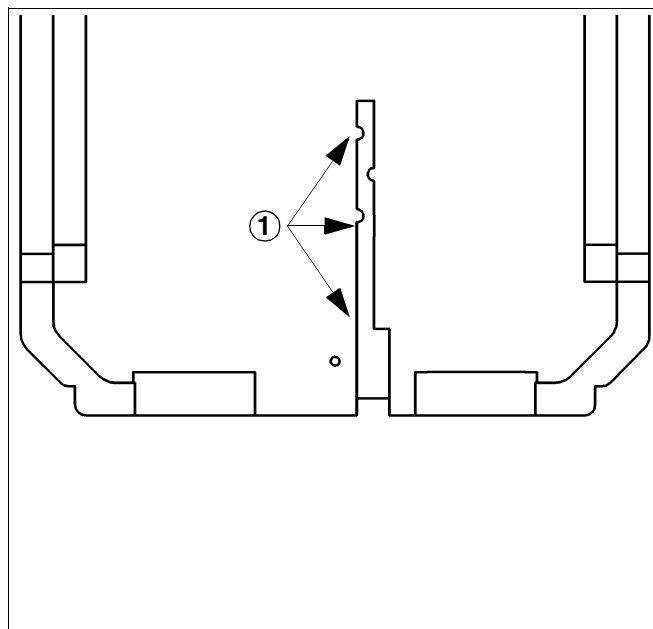

Fig. 13 Guscio termoisolante posteriore
- Posare i cavi elettrici nella canalina (fig. 13, pos. 1) dei gusci termoisolanti posteriori e condurre i cavi posteriormente.